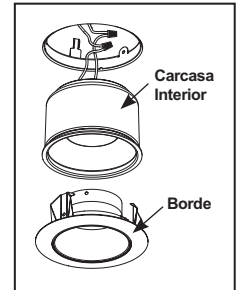

Figura 10
Paso 2. Jale la carcasa interior hacia abajo para quitar del accesorio. Desconecte los alambres rojo y negro que conectan el impulsador a la carcasa interior y póngalos a un lado. (Figura 10)
Paso 2. Jale la carcasa interior hacia abajo para quitar del accesorio. (Figura 10)